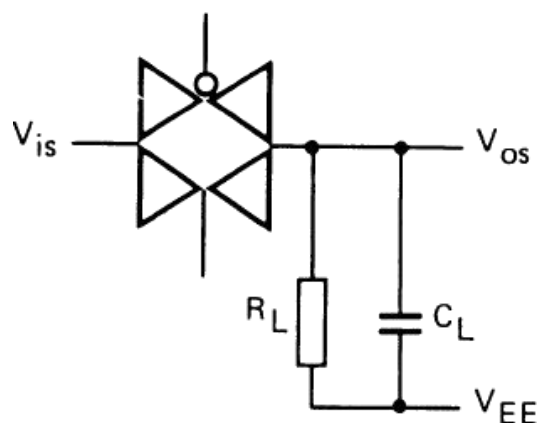

图 4
4. R_L=10KΩ; C_L=15Pf; 通道开; Vis=V_{DD} (P-P) /2(正弦波, 在 V_{DD}/2 处对称), fis=1KHz; 如图 4 所示
7. R_L=1KΩ; C_L=5pF; 通道关; Vis=V_{DD} (P-P) /2(正弦波, 在 V_{DD}/2 处对称); 20lg(Vos/Vis)=-50dB; 如图 4 所示
8. R_L=1KΩ; C_L=5pF; 通道开; Vis=V_{DD} (P-P) /2(正弦波, 在 V_{DD}/2 处对称); 20lg(Vos/Vis)=-3dB; 如图 4 所示